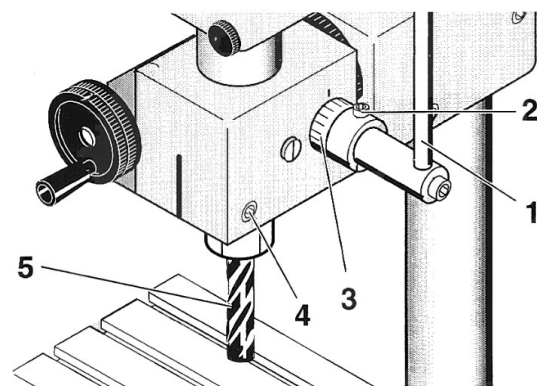

Fig. 15
Für exakte Fräsarbeiten empfiehlt es sich, nach jeder Verstellung die Pinole mit der Schraube 4 (Fig. 15) fest zu klemmen.
1. Mit dem Bohrhebel 1 (Fig. 15) die Pinole so weit absenken, bis der Bohrer oder Fräser (5) das Werkstück berührt.
2. Klemmschraube (2) lösen.
3. Tiefenskala (3) auf gewünschte Bohrtiefe (max. 30 mm) einstellen und Klemmschraube (2) wieder festziehen.
For exact milling work we recommend to clamp the quill in position with the screw 4 (Fig. 15) after it has been adjusted.
1. Lower the quill with the drilling lever 1 (Fig. 15) until the drill or the milling cutter (5) touches the workpiece.
2. Loosen the clamping screw (2).
3. Set the depth scale (3) to the desired drilling depth (max. 30 mm) and retighten the clamping screw (2).
Pour un fraisage précis, il est recommandé de bloquer la douille à l'aide de la vis 4 (fig. 15) après chaque réglage de l'avance.
1. Avec le levier 1 (fig. 15) abaisser la douille jusqu'à ce que l'outil (5) touche la pièce.
2. Desserrer la vis de blocage (2).
3. Régler le vernier (3) à la profondeur désirée (maxi. 30 mm) puis resserrer la vis (2).
Per garantire lavori di fresatura precisi si raccomanda di bloccare il canotto dopo ogni spostamento mediante la vite 4 (fig. 15).
1. Abbassare il canotto mediante la leva di foratura 1 (fig. 15) finché la punta o la fresa (5) tocca il pezzo.
2. Allentare la vite di arresto (2).
3. Registrare la profondità di foratura desiderata (max 30 mm) mediante la scala di profondità (3) e serrare nuovamente la vite di arresto (2).